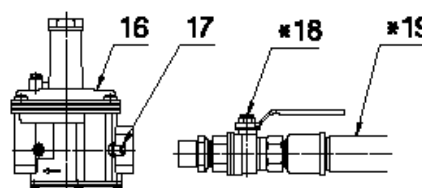

fig. 2
- 3 - Подсоединить рампу к линии ГАЗА в соответствии со схемой на рис. 2.